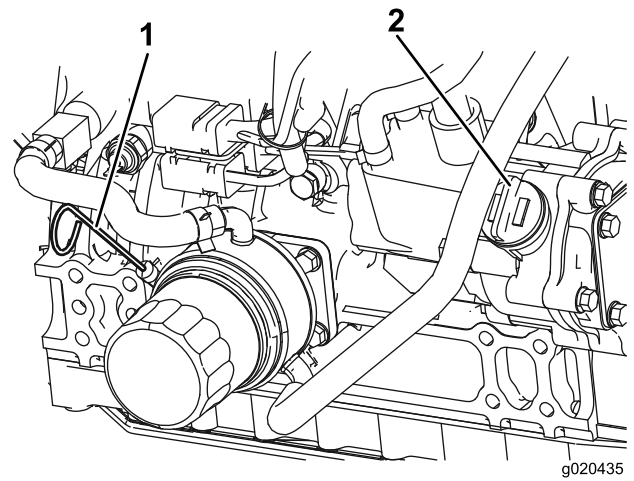

Bild 10
3. Entfernen Sie den Peilstab, wischen ihn ab und führen ihn wieder in das Rohr ein; ziehen Sie ihn dann wieder heraus. Der Ölstand sollte zwischen der Nachfüll- und Voll-Markierung sein (Bild 10).
4. Wenn der Ölstand niedrig ist, entfernen Sie den Einfülldeckel (Bild 10) und füllen Sie Öl ein, bis der Stand zwischen der Voll- und Nachfüllmarkierung liegt. **Füllen Sie nicht zu viel ein.**